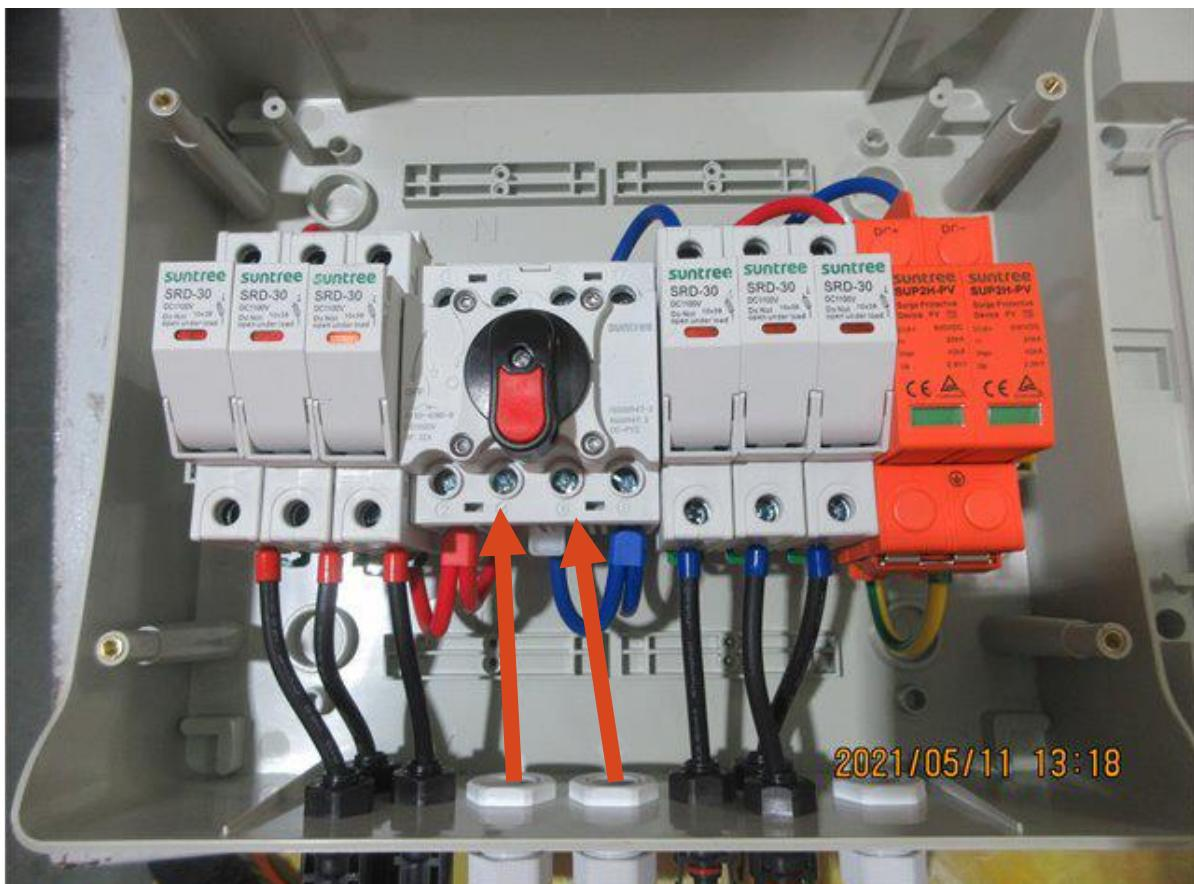

Рисунок 5.10 – Внутреннее устройство PVBox
**Шаг 4.** Закрепите положительный и отрицательный провода кабеля на соответствующих клеммах выключателя (рисунок 5.10).